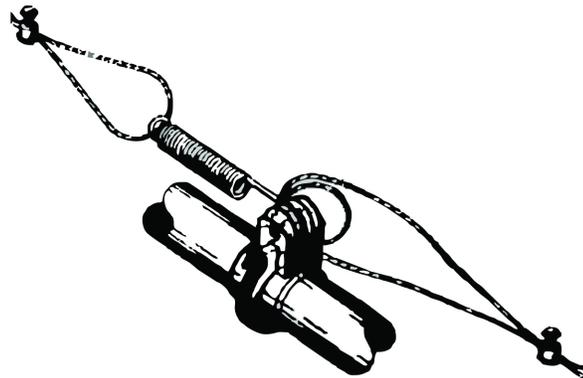

Figura 47. Conexión de cable antiperchero de mitad de línea
9. Enganche un resorte en la ranura central en el segundo soporte antiperchero y corte el cable en este punto. (**Ver la Figura 47.**)
10. Enhebrar los extremos del cable por el extremo del resorte. Tensar el cable para que quede un estiramiento de 3/4" a 1" [20 a 25 mm] en el resorte. Fije con abrazadera el cable para formar un lazo y corte el sobrante. (**Ver la Figura 47.**)
11. Fijar el cable al aislador. Para obtener mejores resultados, hacer un lazo doble alrededor del aislador antiperchero en la ranura central del aislador y sujetarlo con una abrazadera de cable de 1/16", como se muestra en la **Figura 47.**